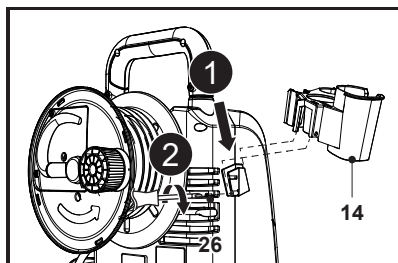

Fig. 1a
1. Faire glisser le support de fixation (14) sur son emplacement et aligner le trou de montage, puis fixer le raccord avec une vis (ST3,5 x 13) (26) à l'aide d'un tournevis cruciforme adapté (non fourni) (Fig. 1a).